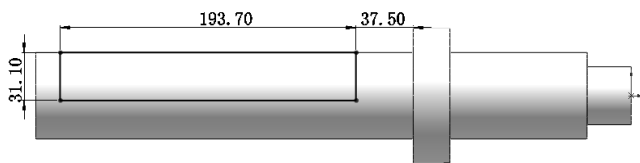

图 11-39 绘制草图 2
**02** 绘制草图。单击“草图”控制面板中的“边角矩形”按钮，绘制草图；单击“草图”控制面板中的“智能尺寸”按钮，标注草图尺寸，结果如图 11-39 所示。